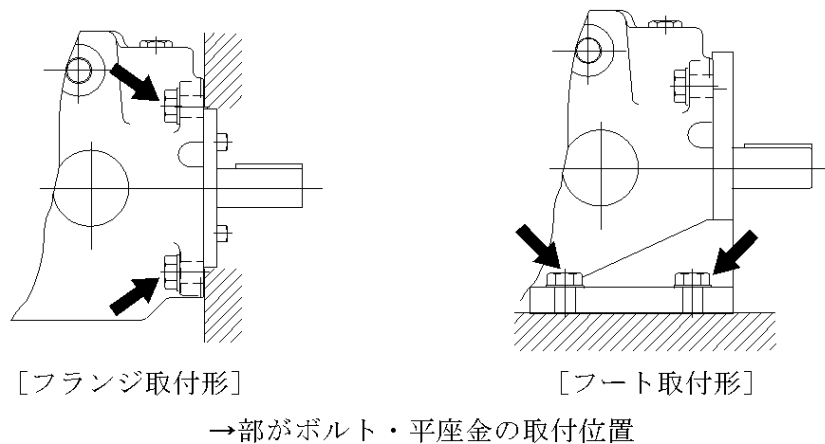

図7 据付け例
取付形式によって、ボルト、平座金の取付位置は変わりますので図7を参考にしてください。
- 4本ボルトを使用する場合、締め方は図7の1→2→3→4の順に、少しずつ均等に、2～3回で締め付けてください。2本ボルトを使用する場合、交互に均等に締め付けてください。